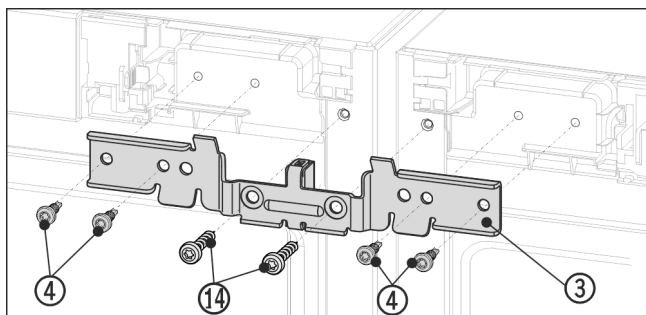

Fig. 12 Representación a modo de ejemplo
- ▶ Deslice el ángulo Fig. 12 (3) con el espaciador entre los aparatos y empuje sobre los pasadores. Atornille sin apretar el ángulo con cuatro tornillos Fig. 12 (4) y los tornillos de conexión a tierra Fig. 12 (14) previamente desatornillados intercambiando de derecha a izquierda.